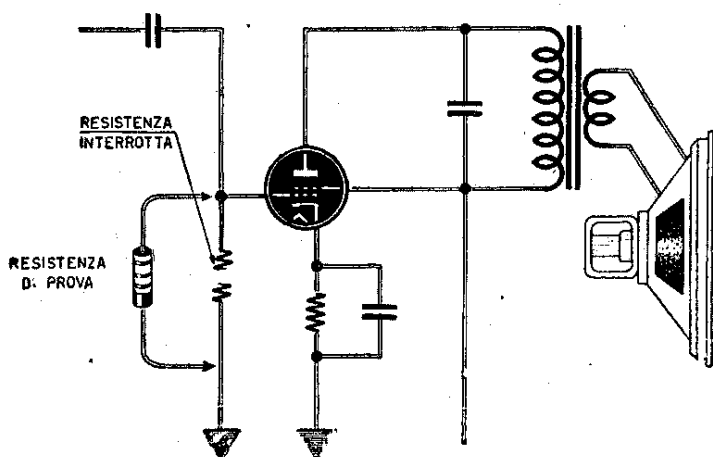

Fig. 42
**69** Se il condensatore risulta efficiente, controlleremo che la resistenza collegata tra la griglia controllo della valvola finale e la massa non sia interrotta. Ciò assodato, provvederemo a sostituirla con un'altra di medesimo valore (normalmente di 0,5 megaohm) (fig. 42).